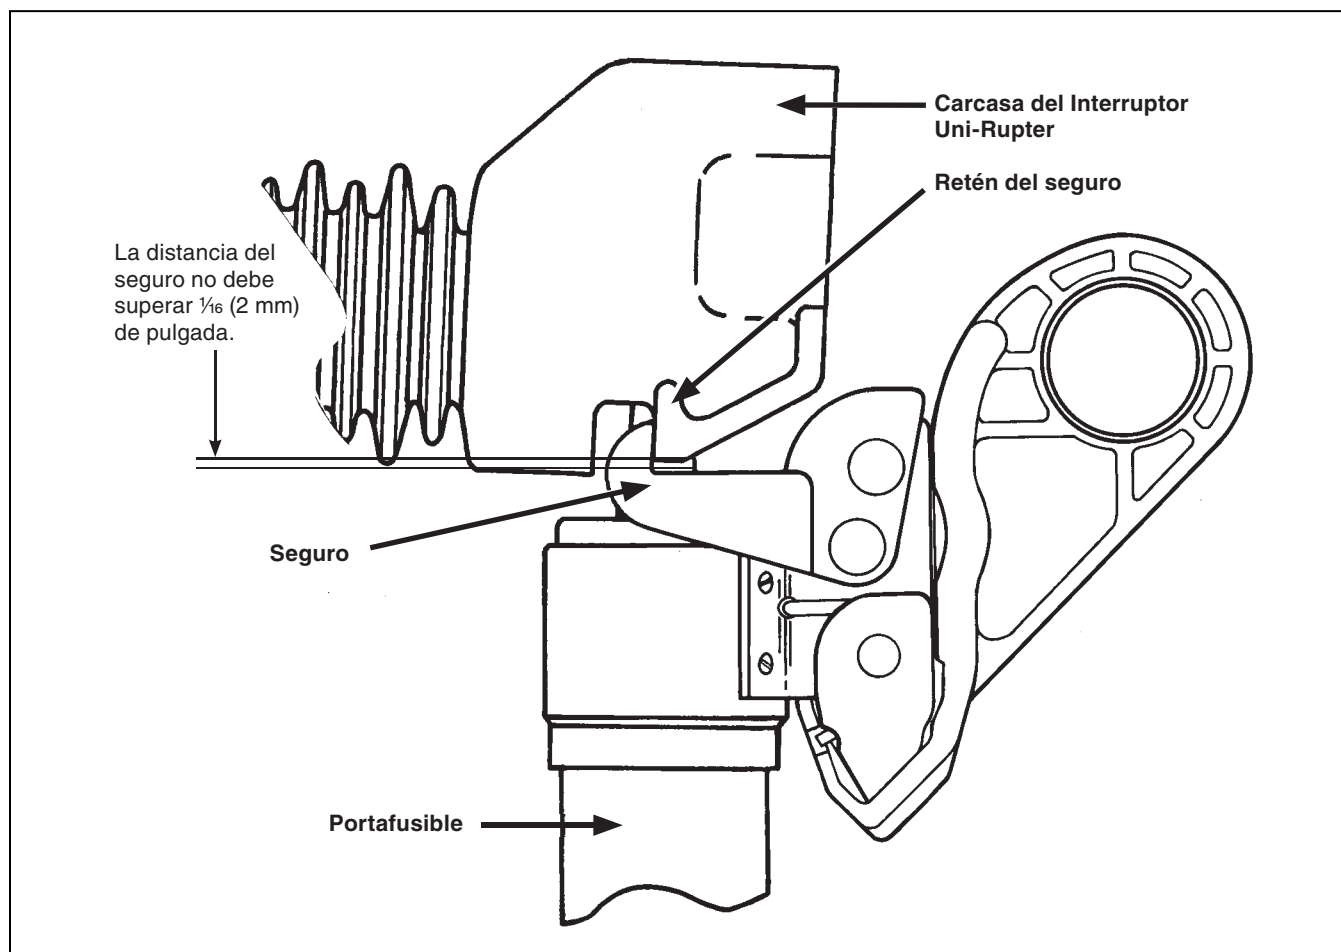

Figura 3. Enganchamiento correcto del seguro.
**PASO 3.** Utilizando una pértiga convencional (o una Pértiga Universal de S&C que esté equipada con un gancho manipulador Grapppler™ ● de S&C), haga funcionar el portafusible al moverlo de la posición de **Cerrado** a la posición de **Abierto** y de regreso a la posición de cerrado. Verifique para estar seguro que el portafusible se cierre por el centro (tal y como se describió en el paso 2 en la página 8), y que no exista una distancia superior al  $\frac{1}{16}$  (2 mm) de pulgada entre el retén del seguro del Interruptor Uni-Rupter y el seguro del portafusible mientras el portafusible está en la posición de **Cerrado** (ver Figura 3). Dese cuenta que es necesario dar un estirón firme y sin titubeos con la pértiga para abrir el portafusible.